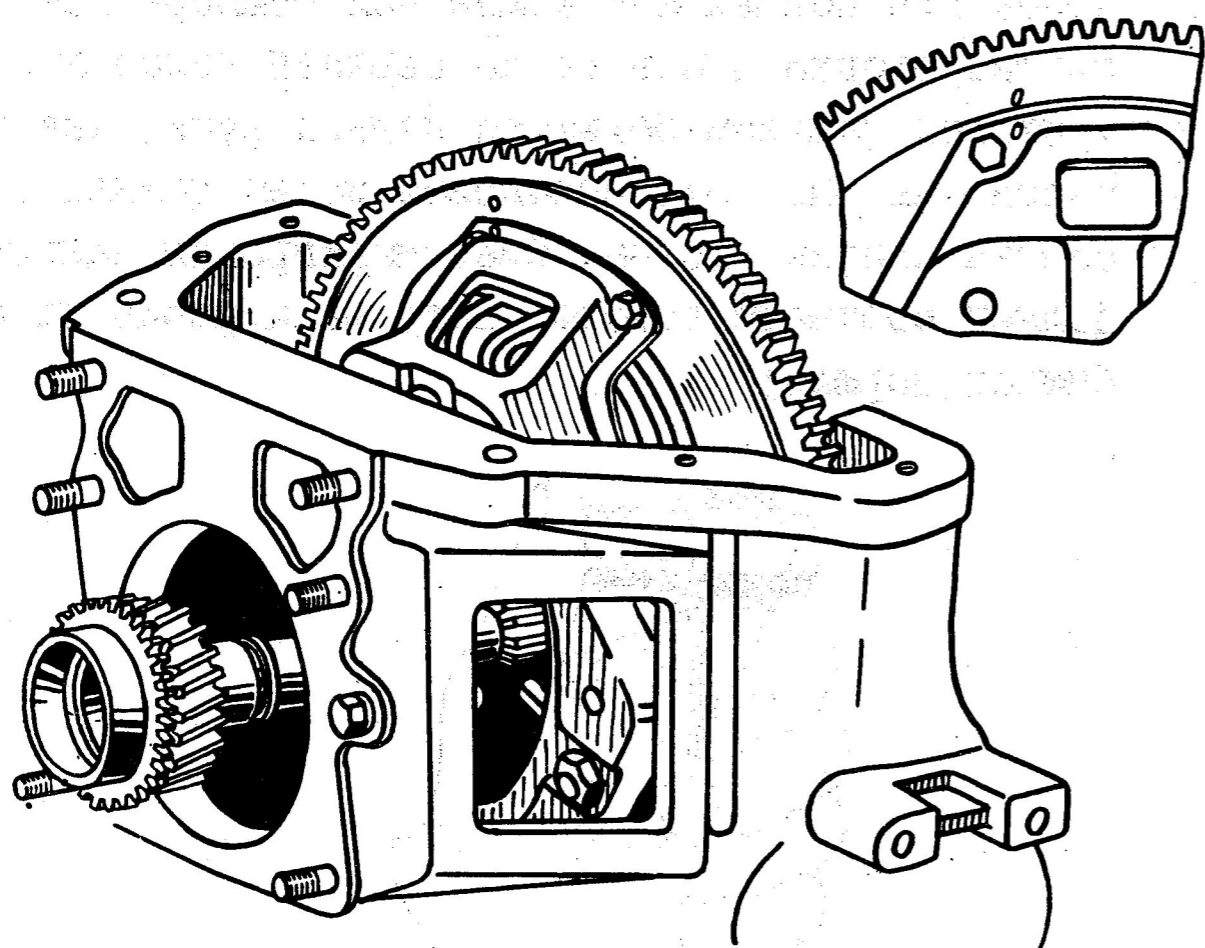

Рис. 53. Установка сцепления по меткам
- привернуть к маховику нажимной диск сцепления в сборе с кожухом, предварительно отцентрировав ведомый диск с помощью оправки (можно использовать первичный вал коробки передач) по отверстию в подшипнике в заднем торце коленчатого вала. Метки 0, выбитые на кожухе нажимного диска и на маховике около одного из отверстий для болтов крепления кожуха, должны быть совмещены (рис. 53). Момент затяжки болтов 2 – 2,5 даН·м (2 – 2,5 кгс·м). Коленчатый вал, маховик и сцепление балансируются в сборе, поэтому при замене одной из этих деталей следует произвести динамическую балансировку, высверливая металл с тяжелой стороны маховика, как указано в табл. 4. Балансировку коленчатого вала, маховика и сцепления в сборе не следует начинать, если начальный дисбаланс превышает 180 г·см. В этом случае необходимо узел разуконтировать и проверить балансировку каждой детали в отдельности, руководствуясь указаниями табл. 4;